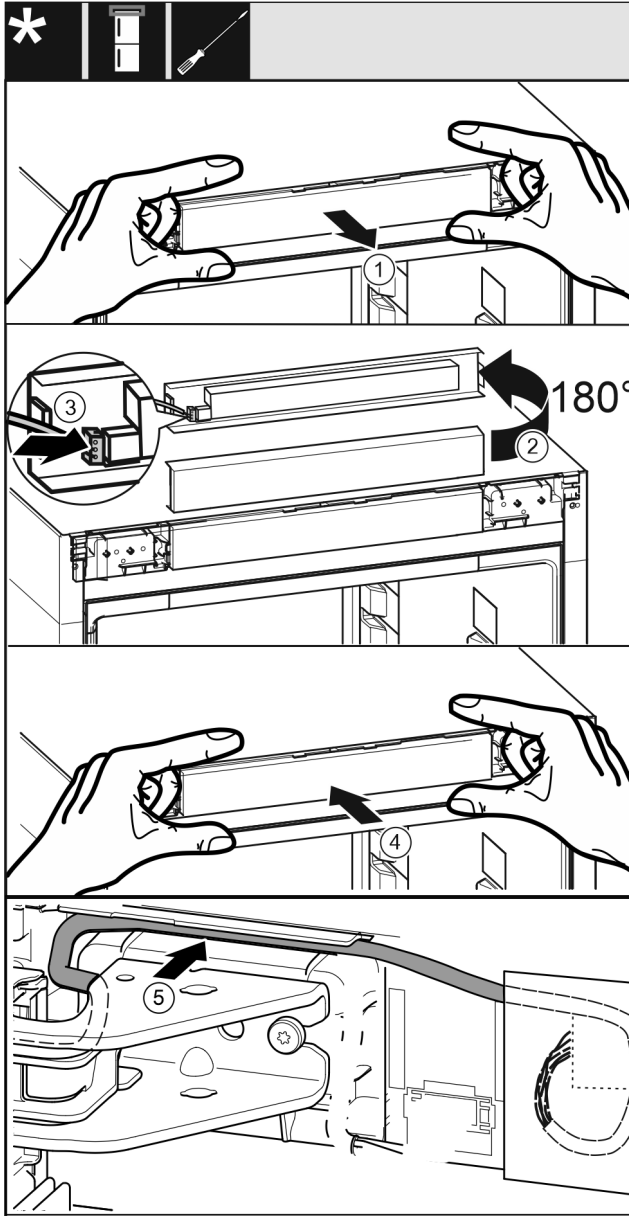

Fig. 31
- ▶ Ota käyttöpaneeli varovasti ulos. Fig. 31 (1)
- ▶ Käännä paneelia 180° ylöspäin. Fig. 31 (2)
- ▶ Anna käyttöpaneelin pistokkeen lukittua. Fig. 31 (3)
- ▶ Lukitse käyttöpaneeli taas laitteeseen. Fig. 31 (4)
- ▶ Aseta harmaa johto varovasti ylemmän laakeripukin päällä olevaan ohjaimen. Fig. 31 (5)